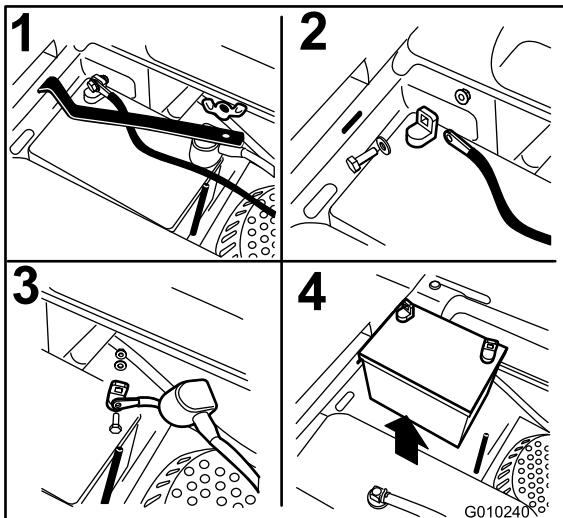

Figura 48
3. Retire la tuerca de orejeta que sujetla la abrazadera de la batería (Figura 48).
4. Primero desconecte el cable negativo (negro) del borne negativo (–) (negro) de la batería (Figura 48).
5. Retire la cubierta de goma roja del borne positivo (rojo) de la batería y retire el cable positivo (+) (rojo) (Figura 48).
6. Retire la abrazadera (Figura 48).
1. Coloque la batería en la bandeja, con los bornes frente al depósito de aceite hidráulico (Figura 48).
5. Fije los cables con 2 pernos, 2 arandelas, y 2 contratuerca (Figura 48).
6. Instale la abrazadera y sujetela con la tuerca de orejeta (Figura 48).